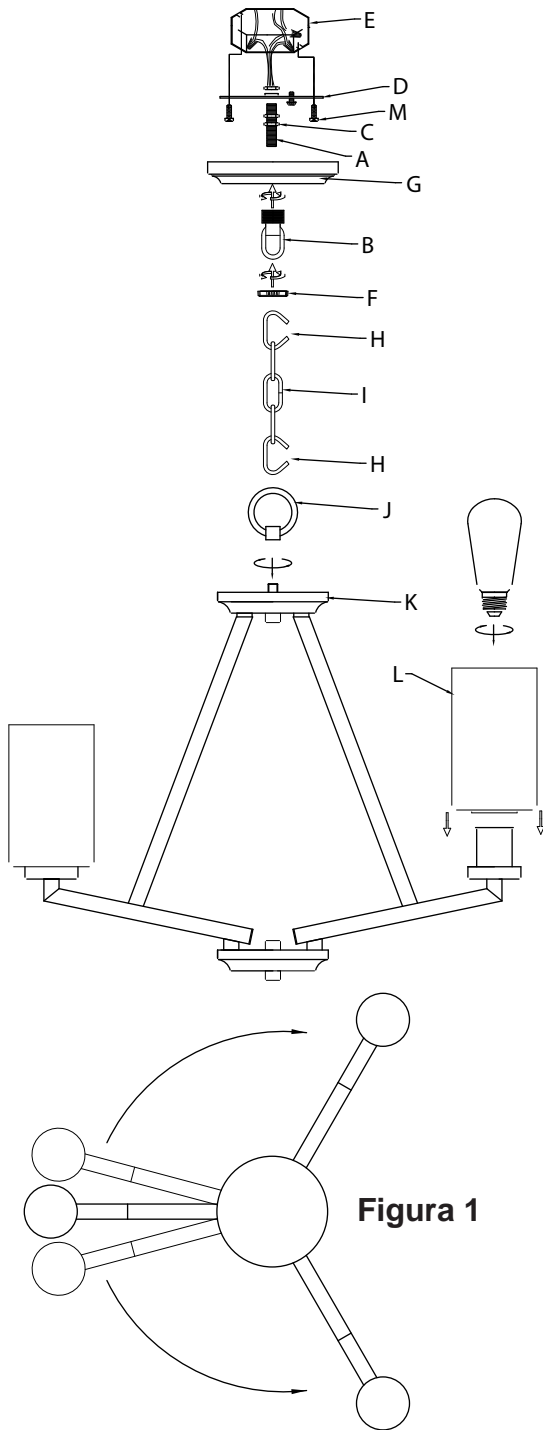

Figura 1
- 1) Tome el cuerpo principal [K] y rote los tres (3) brazos en su lugar como se muestra (ver Figura 1).